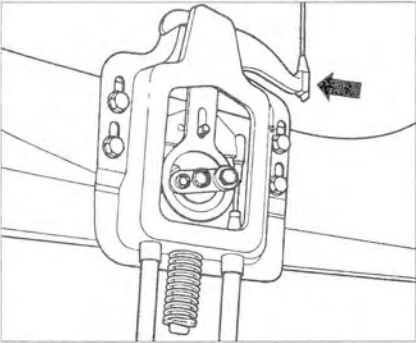

Рис. 8.30. Отцепите рычаг (стрелка), к которому присоединен передний трос, от стягивающей муфты.
4. Отцепите рычаг (стрелка), к которому присоединен передний трос, от стягивающей муфты (рис. 8.30).